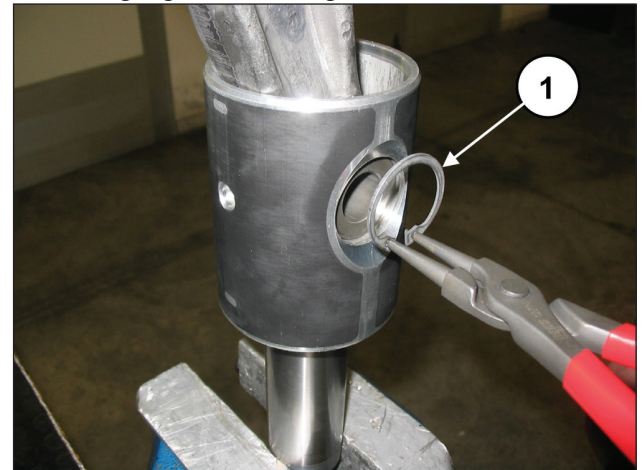

Abb. 35
Entfernen Sie die zwei Seegerringe zur Sicherung des Bolzens mit einem geeigneten Werkzeug (Pos. ①, Abb. 35).
Setzen Sie die Pleuelstange in die Kolbenführung ein (Pos. ①, Abb. 37) und anschließend den Bolzen (Pos. ①, Abb. 36). Montieren Sie die zwei Seegerringe zur Sicherung mit dem entsprechenden Werkzeug (Pos. ①, Abb. 35).